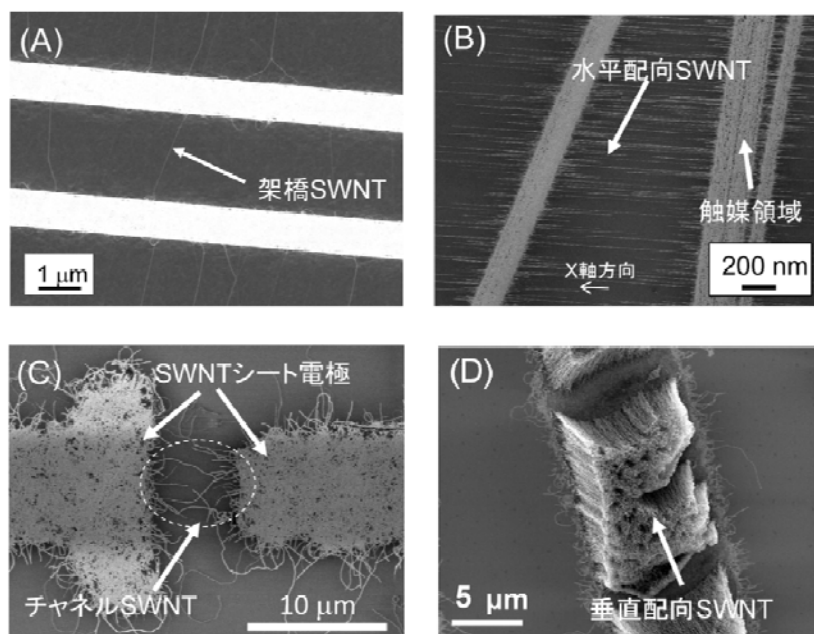

図7 ACCVD 法による様々な成長 (A)グレーティング間の架橋成長, (B)水晶基板(R-cut)上で X 軸方向に水平配向成長, (C) SWNT によるシート電極とチャンネル合成, (D) 垂直配向 SWNT の局所成長.
これ以外にも色々なパターンで合成をすることで、色々な応用に向けた材料を作ることができます。図7 (A) は、マイクロサイズの溝構造を予め作製したシリコン基板上に単層 CNT を合成することで、溝を跳び越えて橋のように浮いている架橋単層 CNT です。また、図7 (B) は、水晶の特殊なカット面を使って合成したもので、単層 CNT がすべて一定方向に水平に並んで育っていきます。図7 (C) は、パターン合成で作った単層 CNT の電界効果トランジスタです。将来は透明でフレキシブルな携帯端末が単層 CNT を中心としてできるようになるかもしれません。図7 (D) は、林のように垂直に並んだ単層 CNT で作っ